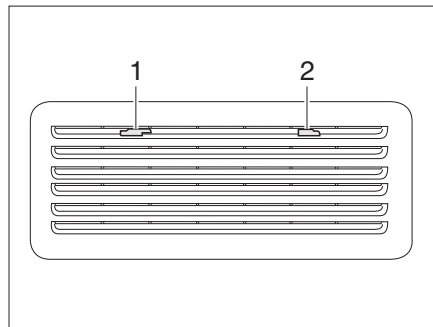

Fig. 241 Grille d'aération du réfrigérateur (Thetford)
- Pousser le dispositif de blocage (Fig. 241,1) vers le milieu.